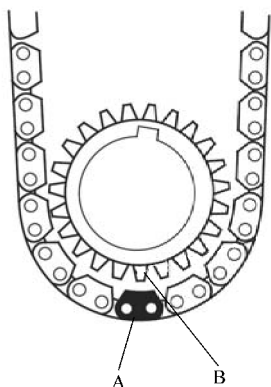

图 11-25 对准曲轴链轮正时标记
4) 将凸轮链条安装在曲轴链轮上，使涂色的链节 A 与曲轴链轮上的 TDC 标记 B 对准，然后将曲轴链轮安装到曲轴上，如图 11-25 所示。